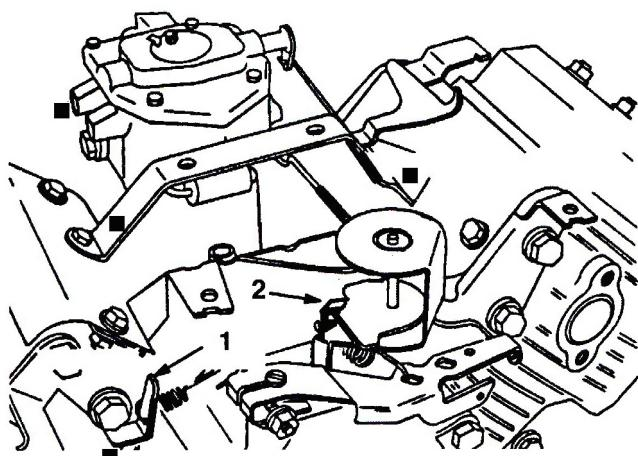

図46
3. 調速アイドル・スプリング・アンカーの耳 (図46) を曲げて $1625 \pm 50 \text{ rpm}$ に調整する。タコメータで速度を確認のこと。
5. スロットルコントロールを FAST 位置にする。高速アイドル・スプリング・アンカー (図46) の耳を曲げて $2850 \pm 50 \text{ rpm}$ となるように調整する。